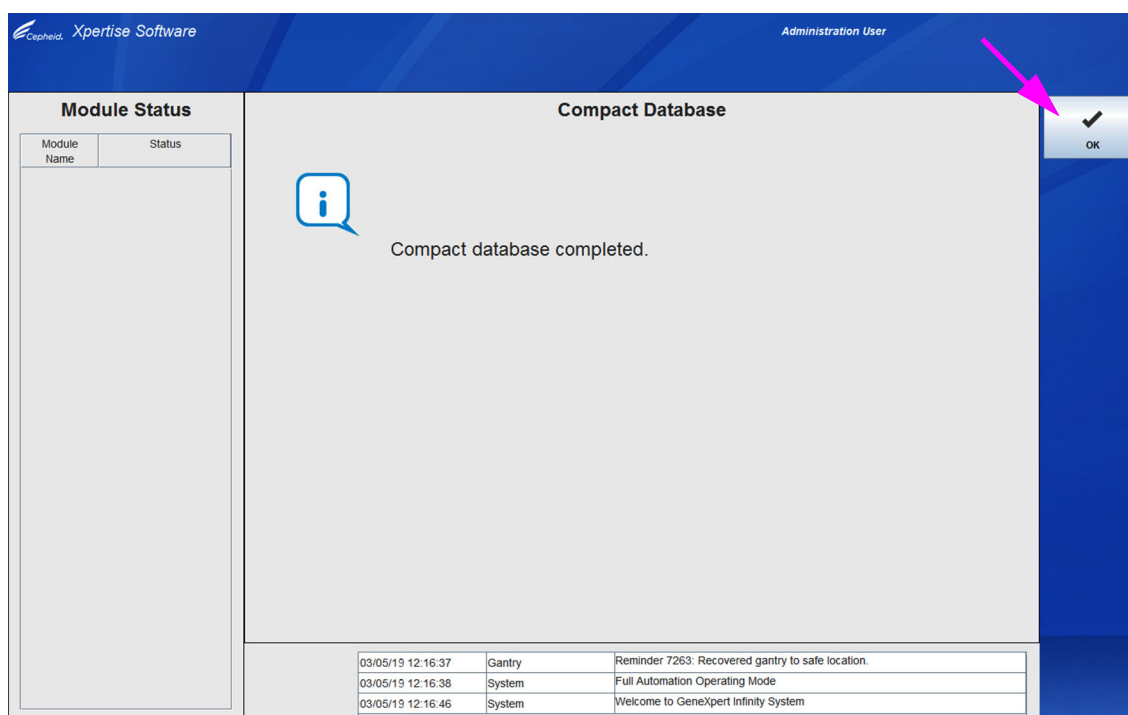

图 5-158. 压缩数据库 (Compact Database) 工作区 - 压缩数据库完成
- 压缩了数据库后，将显示压缩数据库 (Compact Database) 完成工作区（请参见图 5-158），指示该数据库已经压缩。
- 选择**确定 (OK)** 按钮。请参见图 5-158。